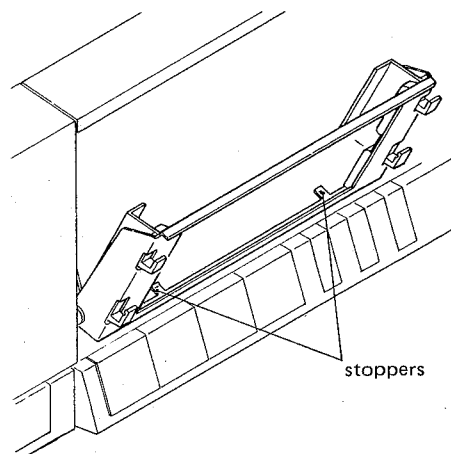

Fig. 4-9
**Notes:** • Head check jig A should be inserted with its edge set on the stoppers at the bottom of the cassette holder (Fig. 4-9).
- ヘッド治具Aはその底端部がカセット・ホルダのストッパにて支持されるように入れること (図4-9)